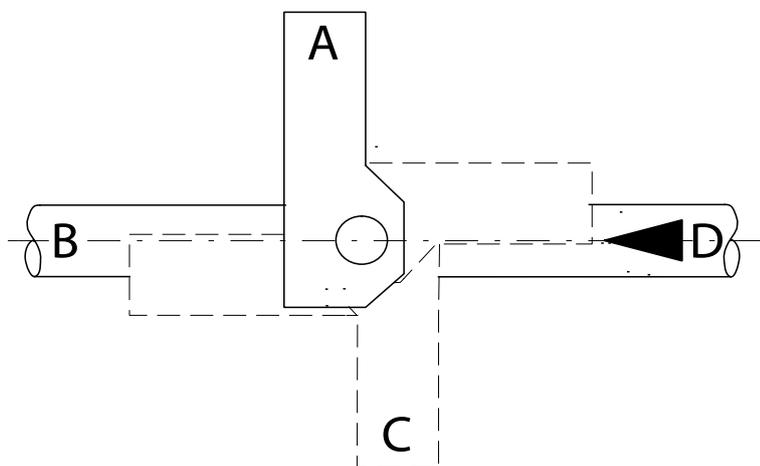

Рис. 5-11 Монтажное положение исполнительного механизма
5. Установить исполнительный механизм с кронштейном в необходимое положение (A, B, C или D) (→ Рис.5-11) на вал корпуса дискового поворотного клапана. Закрепить блок винтами (→ Рис.5-10/6).